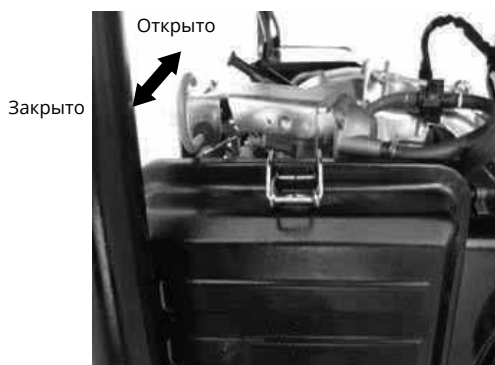

Рис. 3.2
2. Передвиньте рычаг воздушной заслонки в положение «ЗАКРЫТО». Если двигатель теплый или температура воздуха высокая, оставьте рычаг в положении «ОТКРЫТО» (рис. 3.2).
5. Передвиньте рычаг воздушной заслонки в позицию «ОТКРЫТО» (рис. 3.2).